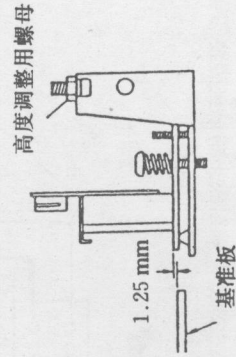
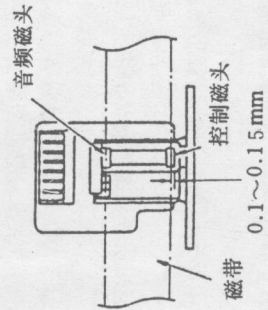

图25
图26
⑥调整高度调整用螺母,将基准板和磁头底座(1)之间的间隙调整为1.25mm,如图25所示;
⑦拆卸调整用夹具,装载一个空白磁带而将录像机设定为放像模式;
⑧确认A/C磁头周围没有显著的磁带卷曲或重叠现象,否则须再度调整倾斜螺钉及高度调整用螺钉、方位角调整用螺钉及高度调整用螺母(如磁带的底边离控制磁头心的底边约0.1~0.15mm的话,A/C磁头的高度就成为最理想状态),如图25和图26所示;
⑨反复进行精确调整。